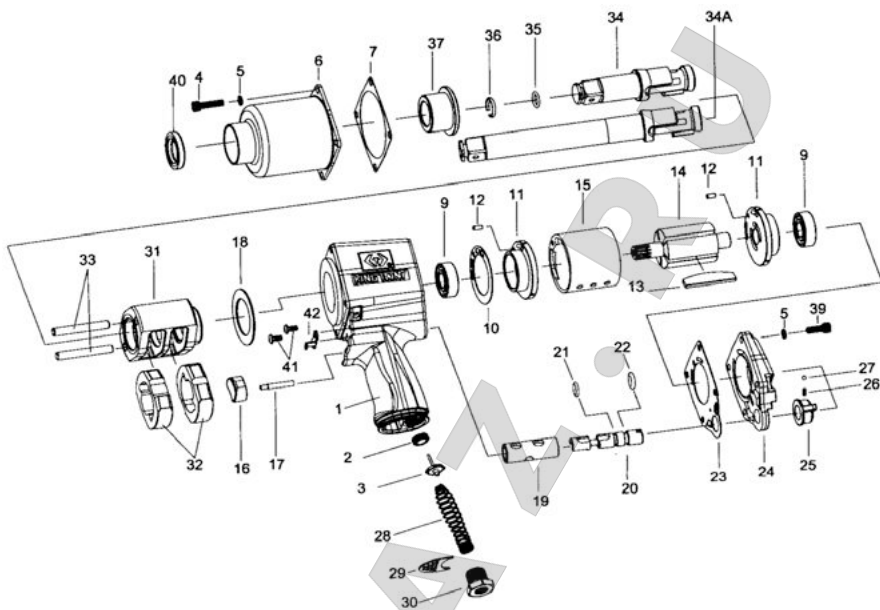

Рис. 2
- Управление гайковёртом осуществляется с использованием курка (Рис. 2, п. 8), который находится под указательный палец. При нажатии на курок, сжатый воздух поступает в рабочую полость двигателя и вращает ротор. Следует учесть, что после того как Вы отпустите курок вращение механизма будет осуществляться ещё несколько секунд. В целях безопасности, кладите гайковёрт только после того как он полностью остановился.
- Режимы «закручивание» (F) и «откручивание» (R) устанавливаются переключателем реверса.